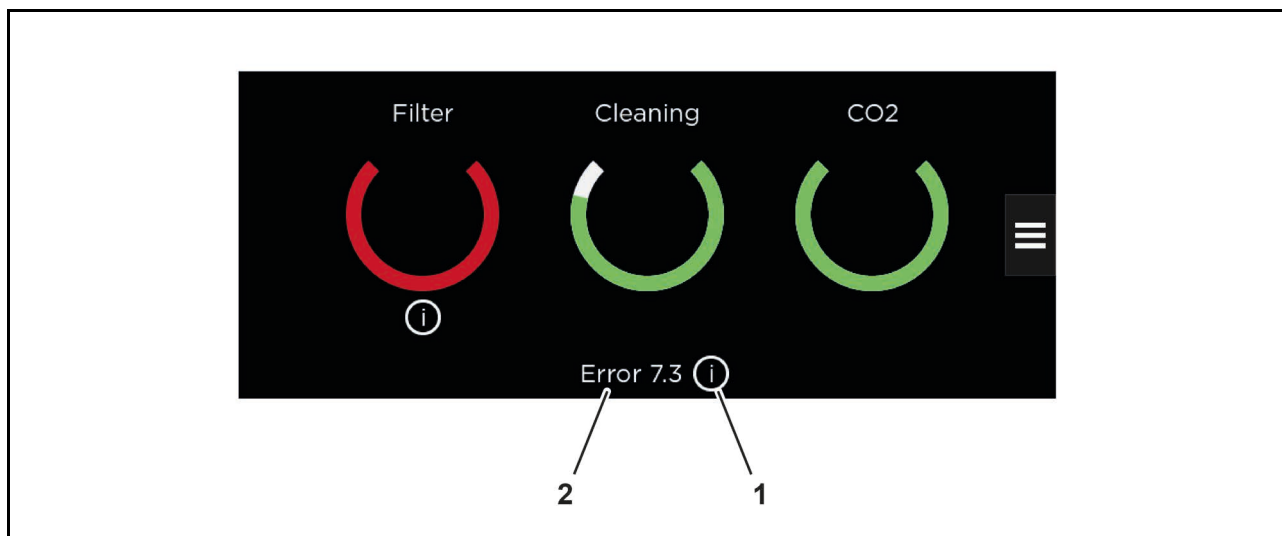

Abb. 69 Fehlermeldung (Beispielgrafik)
1. Fehlermeldung (Info-Symbol): Durch Tippen auf die Schaltfläche (Abb. 69/1) wird Ihnen eine Beschreibung des Fehlers angezeigt.
2. Fehler-Code: Der Fehler-Code (Abb. 69/2) dient der Identifizierung des spezifischen Fehlers. Eine detaillierte Fehlerliste und Maßnahmen zur Behebung finden Sie im Kapitel 9.